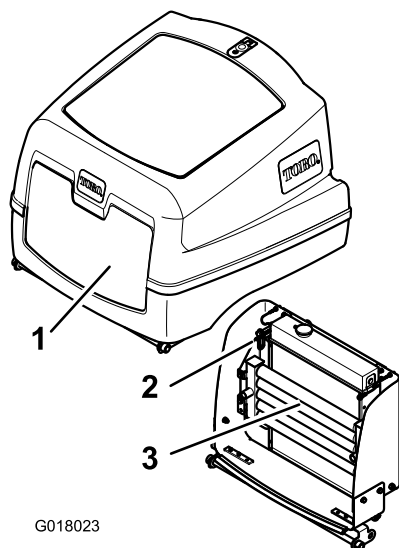

Figura 52
4. Desenganche el cierre y abra la cubierta del motor (Figura 52).